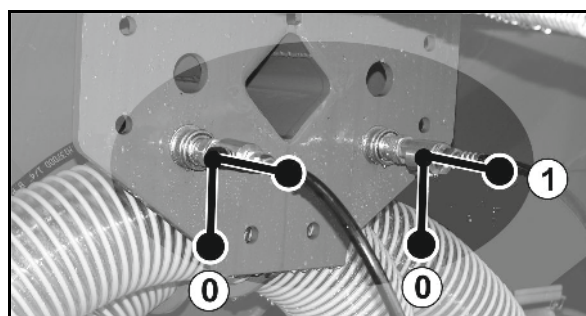

Рис. 106
3. Откройте оба запорных крана "Складывание выравнивателя" (Рис. 106/1).